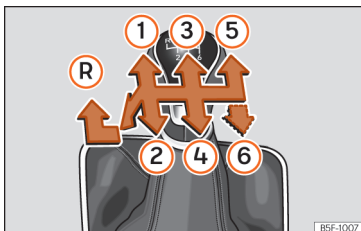

Abb. 214 Schaltschema bei einem 5-Gang bzw. 6-Gang Schaltgetriebe
Auf dem Schalthebel sind die Positionen der einzelnen Fahrgänge dargestellt » **Abb. 214**.
- Schalthebel auf Leerlauf stellen und nach unten drücken, ganz nach links und dann nach vorne schieben, um den Rückwärtsgang » **Abb. 214** **R** einzulegen.